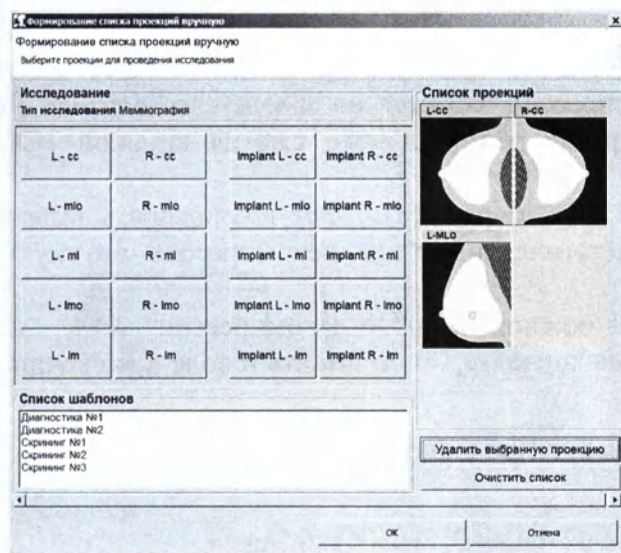

Рисунок 19 – Назначение проекций
- кнопкой «**Добавить проекции**» назначить список проекций, которые должны быть сняты на маммографе, в соответствии с назначением врача (рис.19);